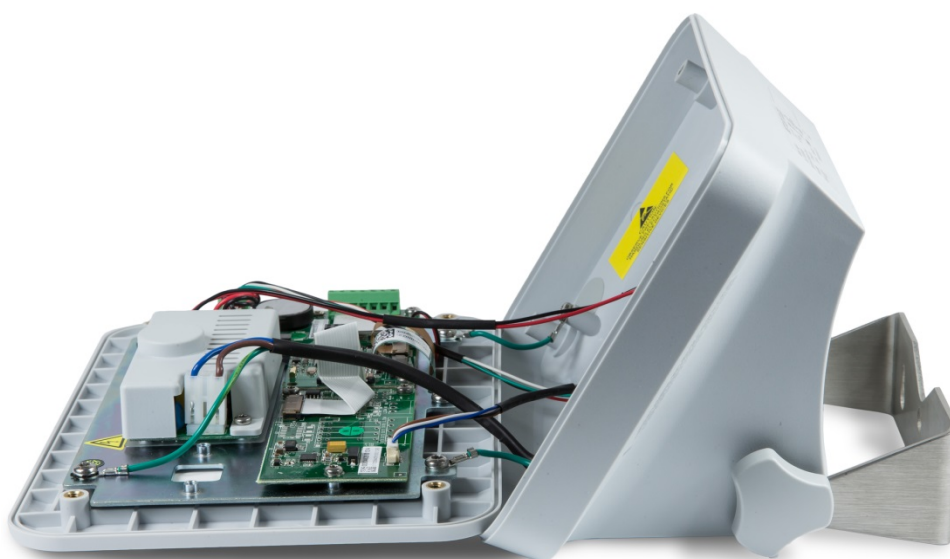

Figure 2-3 : Démontage du couvercle
3. Séparez le boîtier avant du boîtier arrière comme sur la Figure 2-3.